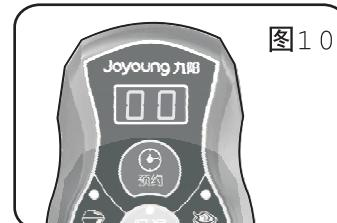

图10
- 1、接通电源，数码灯显示“00”的红色数字(见图10)，表示电压力煲已进入准备工作状态，此时可按下“米饭、鱼、粥/汤、蹄筋/豆、肉/鸡”五个功能键选择相应功能，按下相应功能键时，相应功能键旁的指示灯亮起。不同功能下的烹饪时间与默认保压时间如下表所示：